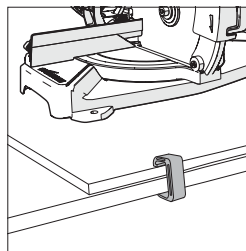

Fig. 2
- Folosiți cleme în G pentru a prinde placa de montaj pe suprafața de lucru (**Fig. 2**).